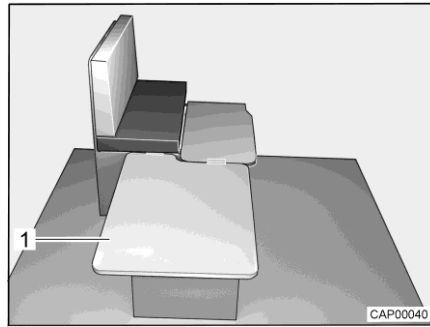

Fig. 44 Pendant la transformation
- Accrocher la planche amovible (Fig. 44,1) le long de la banquette et la poser sur la table.